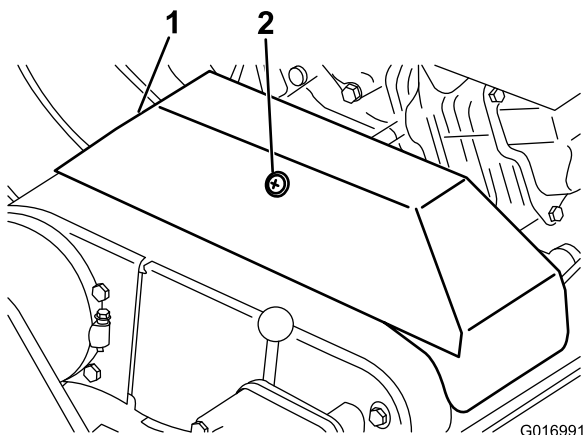

Figure 33
3. Desserrez la fixation du couvercle de la courroie trapézoïdale et ouvrez le couvercle (Figure 33).